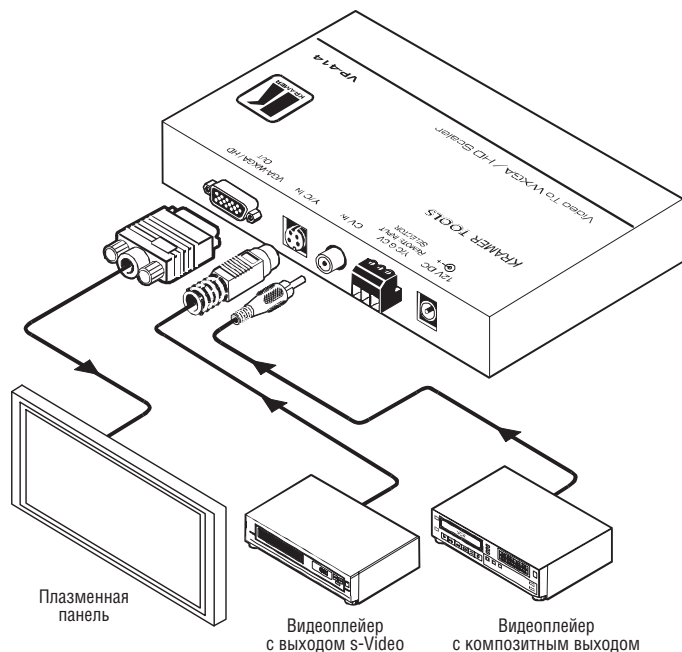

Рис. 6. Подключение источников и приемника сигнала к масштабатору VP-414
Для подключения к **VP-414** источников и приемника сигнала (рис. 6):
4. При необходимости подключите ключи дистанционного управления (не показаны на рис. 6, см. раздел 5.5).
5. Подключите выход источника питания к разъему питания *12V DC*, а источник питания вставьте в розетку электросети (не показана на рис. 6).